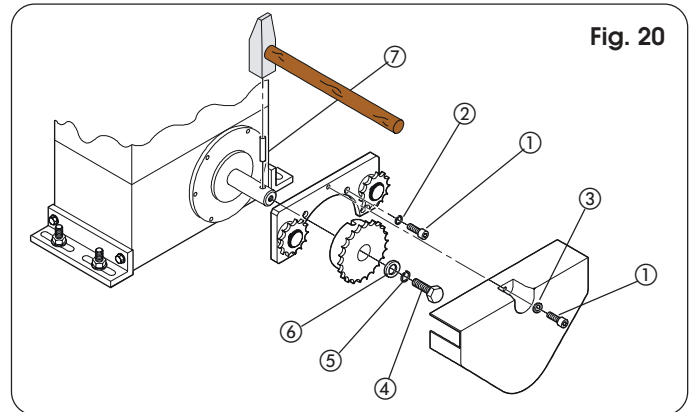
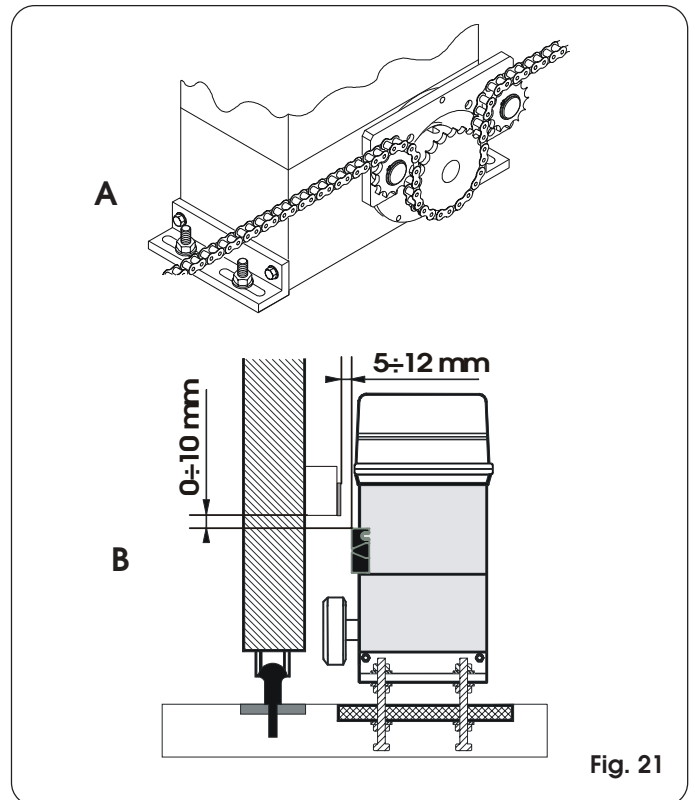

Fig. 20
Fig. 21
- 1) Inserire la spina elastica ⑦ nell'albero utilizzando un martello.
- 2) Applicare sulla flangia del motoriduttore la staffa dei rinvii folli, utilizzando le quattro viti ① (M5 x 12) e le relative rondelle ② presenti nel kit come indicato in Fig. 20.
- 3) Applicare il pignone a catena sull'albero facendo coincidere le sedi del pignone sulla spina elastica e serrare la vite ④ e le apposite rondelle ⑤ e ⑥.
- 4) Passare la catena come indicato in Fig. 21 rif.A e montare il carter di copertura con la vite ① e la rondella ③ di Fig. 20.
- 5) Per gli operatori con finecorsa MLS, prevedere i supporti per il posizionamento dei magneti in dotazione rispettando le quote indicate in fig. 21 rif.B.